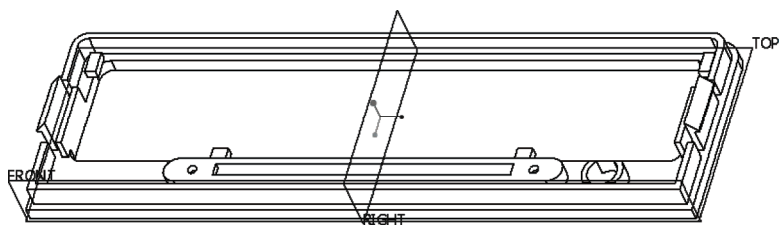

图 12-57 创建拉伸特征 7
- 6) 在“拉伸”选项卡中单击（完成）按钮，完成创建的拉伸特征 7 如图 12-57 所示。